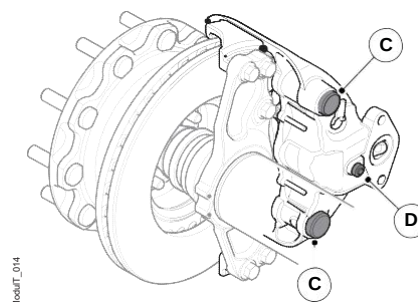

Figura 20. Os três copos de proteção
5. Os dois copos de proteção para proteção do pino deslizante (C), consulte a figura 20.